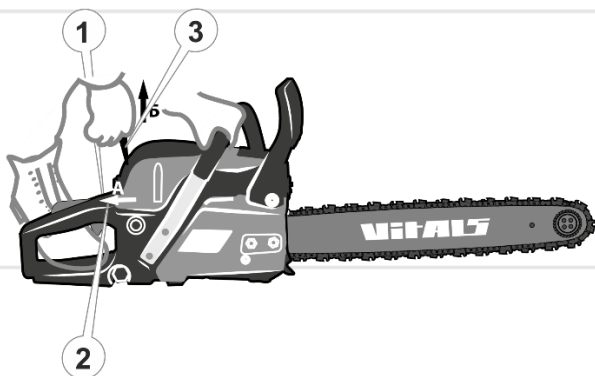

Рисунок 8. Схема запуску та зупинки двигуна
4. Встановіть вимикач запалювання (2, рис.8) у положення «I».
8. Потягніть до упору важіль повітряної засувки (1, рис.8) у напрямку стрілки (рис.8). Одночасно повітряна засувка карбюратора закриється.
9. Приведіть у дію стартер двигуна: спочатку обережно потягніть на себе рукоятку стартера (1, рис.8) у напрямку стрілки (рис.8), доки не відчуєте опір. Відчувши опір, поверніть рукоятку у початкове положення, а потім енергійно потягніть на себе рукоятку стартера. Після того, як двигун почне «підхоплювати» відкрийте повітряну засувку, хоча під час натискання на важіль дроселя засувка відкривається автоматично.